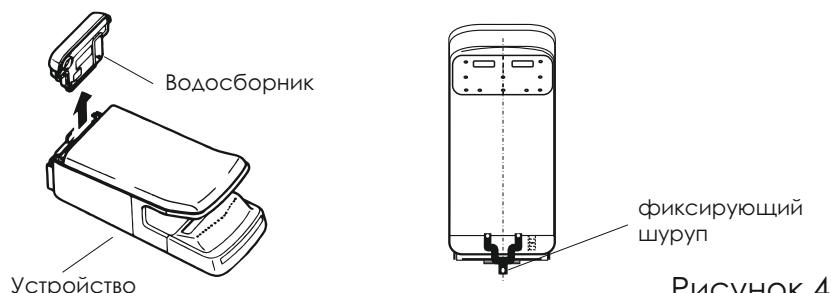

Рисунок 4
1. Снимите водосборник (Рисунок 4).
4. Зафиксируйте сушилку на 2-х крюках установочной панели и закрепите фиксирующий шуруп в нижней части устройства (Рисунок 4).